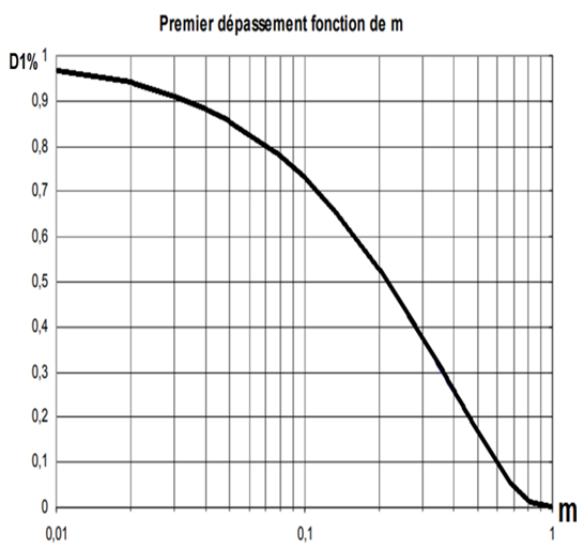

Figure 12 : Dépassement du 2^{ème} ordre
D.6.3- À partir des abaques des **figures 12 et 13 de l'Annexe 2 page 13**, déterminer la valeur du temps de réponse **tr5%** du système bouclé et la valeur du premier dépassement **D1%**.